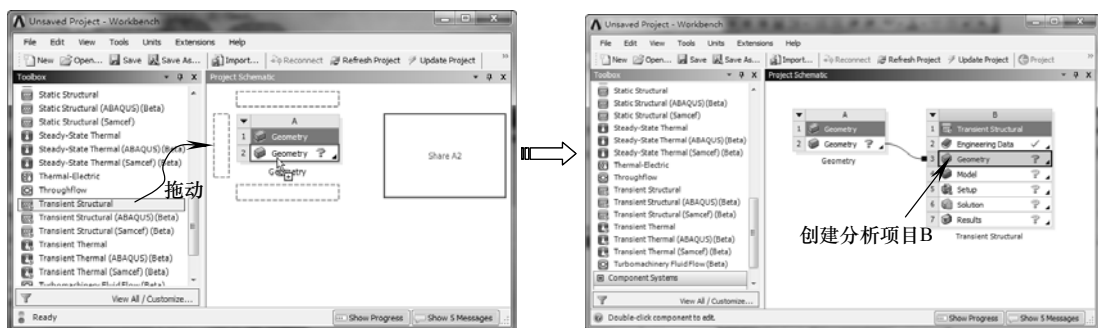

图 8-68 创建分析项目 B
4) 在【Toolbox (工具箱)】中【Analysis Systems】下的【Transient Structural】选项上按住鼠标左键，拖动到【Project Schematic (项目管理区)】分析项目 A 中的 A2 上，当 A2 呈红色高亮显示时，释放鼠标创建分析项目 B，如图 8-68 所示。